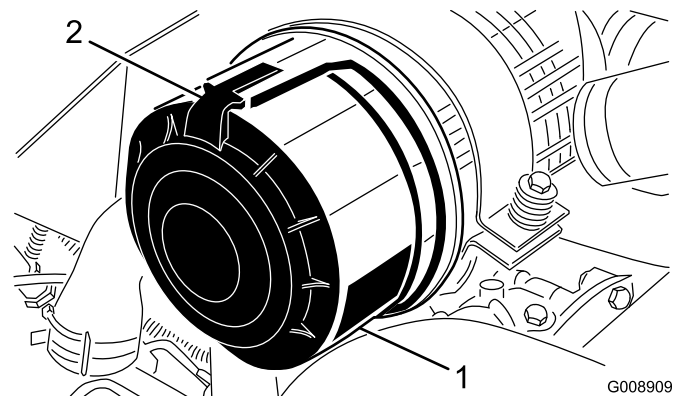

図 45
1. エアクリーナのカバーをボディに固定しているラッチを外す(図 45)。